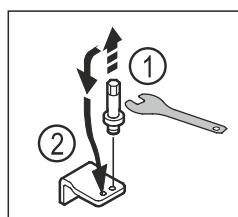

Fig. 22
- Wykręcić sworznie dolnej płytki zawiasu kluczem imbusowym SW5. Fig. 22 (1)
- Założyć sworznie po przeciwległej stronie. Fig. 22 (2)